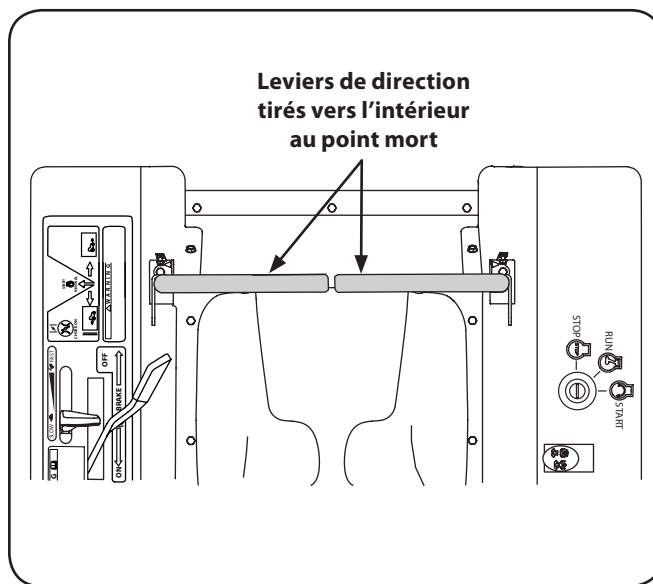

Figure 5-1
3. Tirez les leviers de direction droit et gauche vers l'intérieur, au point mort. Voir la Figure 5-1.